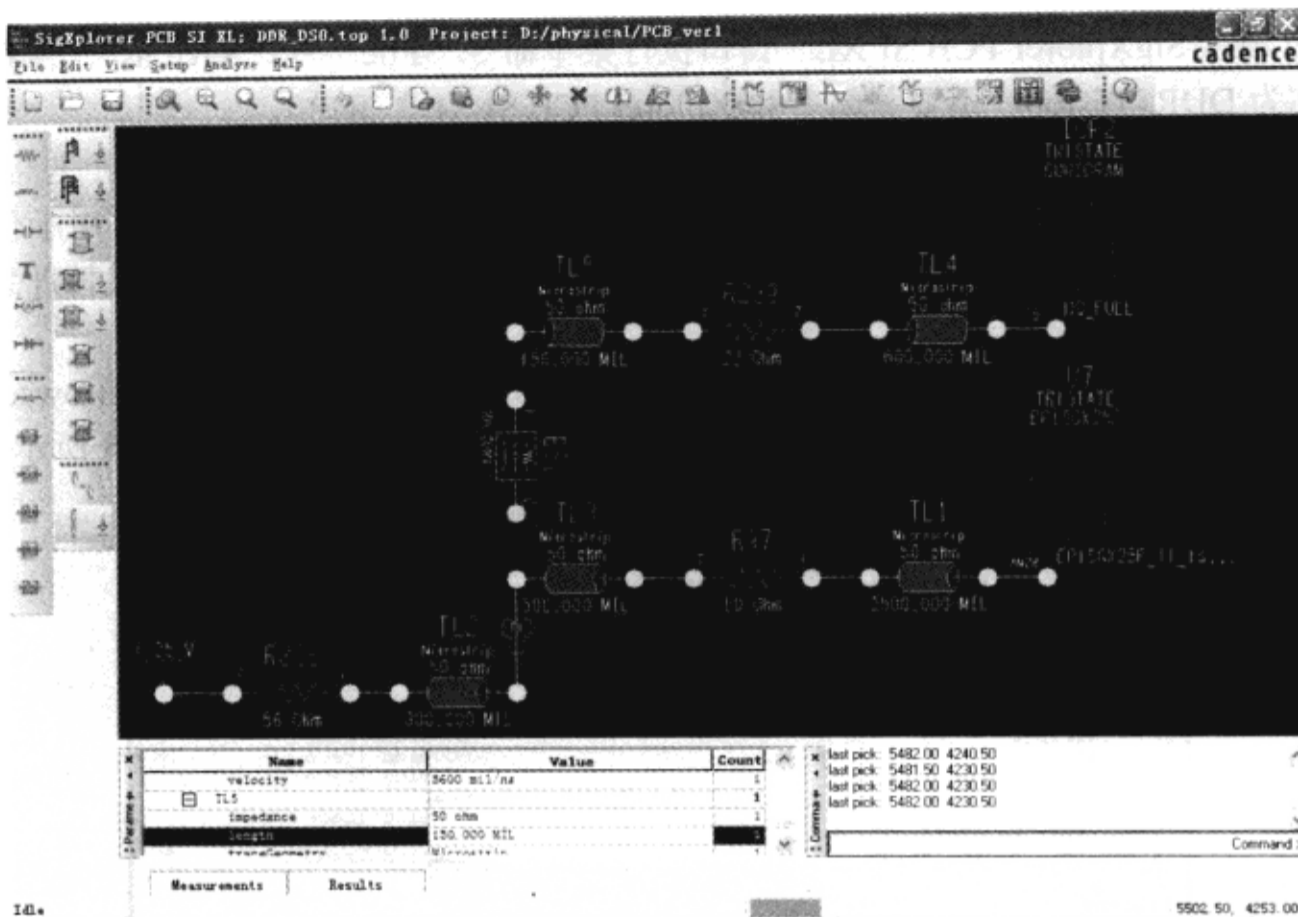

图 3-8-33 添加模型
(18) 在“Add Element Browser”对话框的列表框中选择“DDR\_CONN”，在 SigXplorer 的适当位置双击鼠标左键放置该模型，单击鼠标右键，在弹出的菜单中选择“End Add”，然后在模型上单击鼠标右键，在弹出的菜单中选择“Rotate Right”，如图 3-8-33 所示。